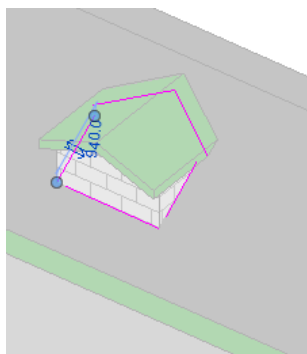

图 12-54 提取边界
(4) 在视图图中选择连接屋顶、墙的侧面或屋顶连接面定义老虎窗的边界，如图 12-54 所示。